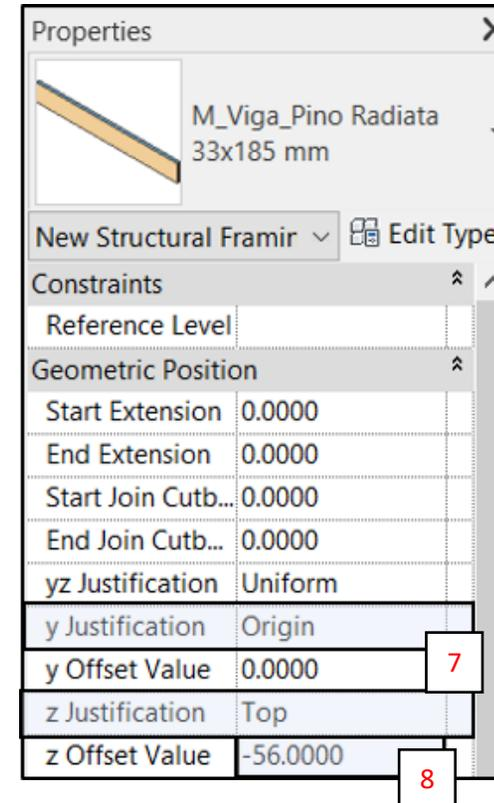

Fig. 23
D. En la *Tabla de Propiedades (Properties)* verificar lo siguiente (7). (Fig. 23):
E. Definir **z Offset Value** (8) según la distancia desde el nivel superior de la losa hasta el límite superior del núcleo. Por ejemplo, si el límite superior del núcleo del elemento está a 56mm del nivel superior de la losa, ingresar “-56”. (Fig. 23)